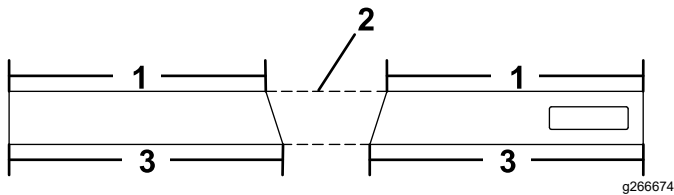

Bild 3
- Kürzen Sie die Lamelle wie in **Bild 3** dargestellt, auf die nachfolgend aufgeführte Länge für Ihren Schneepflug: